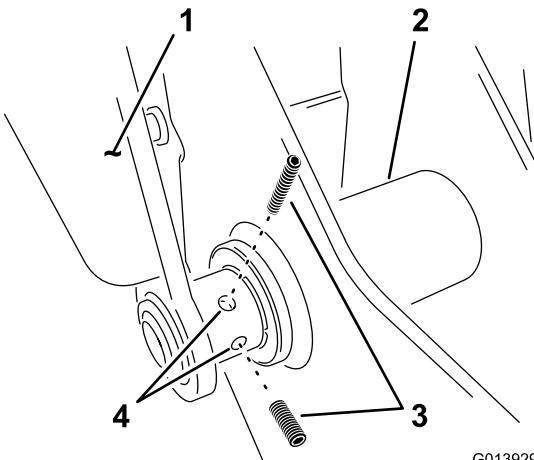

Figure 9
- I. Placez une vis sur le bras gauche au point d'articulation inférieur (Figure 9). Ne serrez pas à ce stade afin de permettre le réglage du système de berceau.